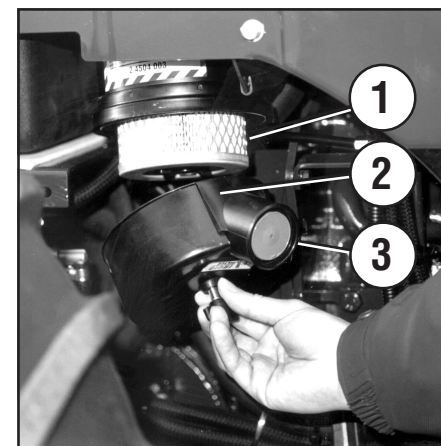

Fig. 50
- 1 - Kontrollér, at gummiventilen (3 fig. 50), der er anbragt uden på dækslet, ikke er blokeret. Fjern eventuel tilstopning
- 2 - Fjern filterets dæksel (2 fig. 50) fra sædet ved at løsne skruen, der fastgør det.
- 3 - Løsn den centrale skrue, der fastgør luftfilteret (1 fig. 50), og fjern filteret fra dets sæde.